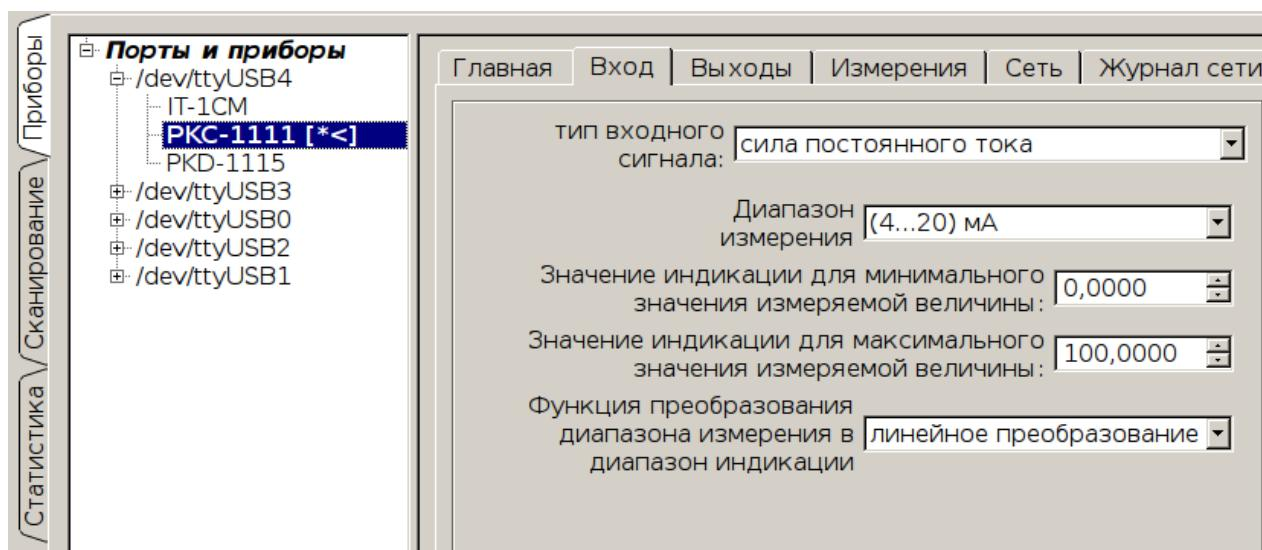

Рисунок 84 - Статус загруженных из файла конфигурации, измененных и записанных в прибор параметров
– [*<] - данные были загружены из файла конфигурации, изменены и записаны в прибор (Рисунок 84).